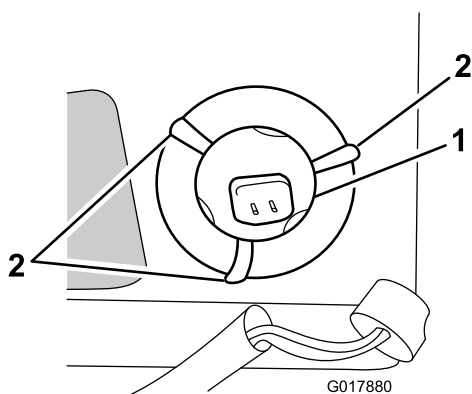

Figure 33
7. Pliez les ergots métalliques de la gaine en métal (qui maintiennent l'ampoule en place) sur le côté ; voir Figure 33.